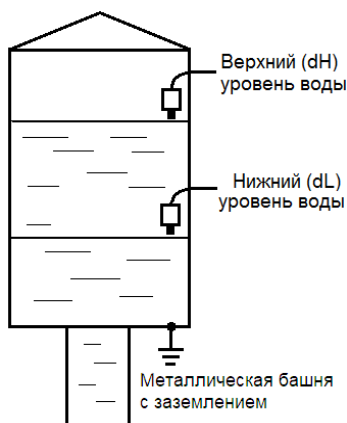

Рис.3
5.6 Если минерализация воды достаточна для измерения её токопроводности, то в качестве датчиков уровня часто используются электродные кондуктометрические датчики (рис.3), принцип действия которых основан на изменении электропроводности между общим и сигнальными электродами в зависимости от уровня жидкости в емкости. Электродные датчики для водоподъема и дренажа подключают по одинаковой схеме, различие лишь в расположении датчиков dC, которые имеют разное назначение. Алгоритмы для этих режимов указаны в разделе 8.
На рис.3 изображен монтаж электродных датчиков в заземленной металлической башне, общим проводом является цепь «земли», иногда, для повышения стабильности работы датчиков, требуется соединение корпуса башни и контакта GND станции отдельным проводом.